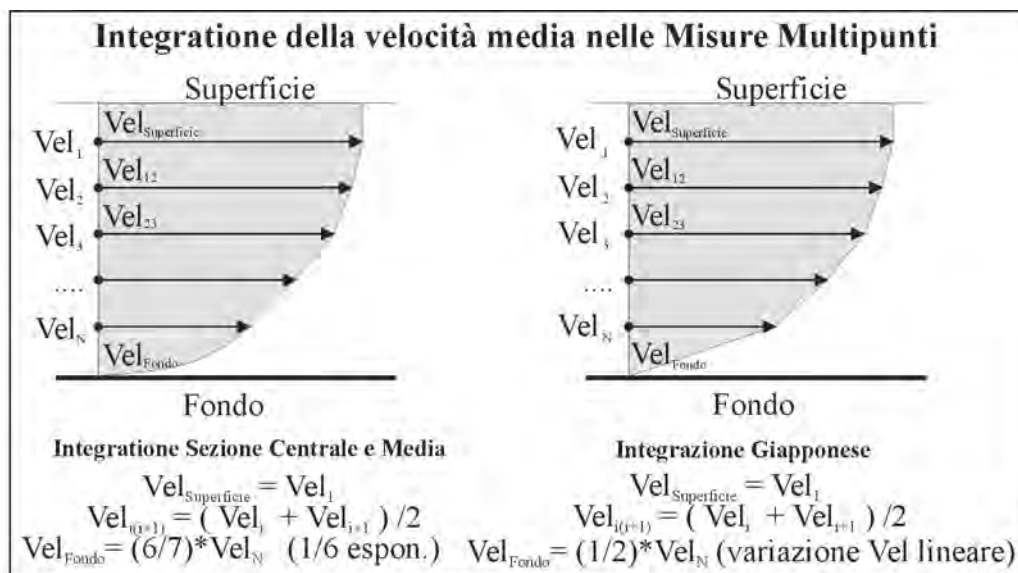

Fig. 10 –Integrazione della velocità media nelle Misure Multipunti
- La velocità media viene calcolata mediante l'integrazione di tutte le misure di velocità (Fig. 10).